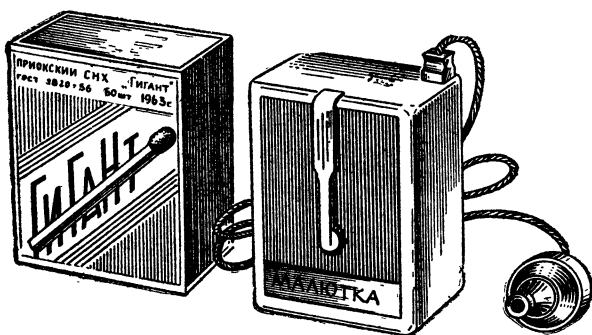

Рис. 1. Внешний вид приемника «Малютка».
**Краткая характеристика.** Приемник, внешний вид которого показан на рис. 1, выполнен на двух транзисторах и одном полупроводниковом диоде. Он рассчитан на прием одной мощной местной радиовещательной станции в диапазоне средних (200—550 м) или длинных (750—2 000 м) волн. Приемник имеет внутреннюю магнитную антенну. Настройка на станцию — фиксированная. Прием ведется на миниатюрный головной телефон, применяемый в слуховых аппаратах. Радиус действия приемника 20—50 км. Он легкий (около 80 г) и небольшой по размерам (со спичечную коробку). Этот приемник очень удобно носить в нагрудном кармане пиджака или рубашки.